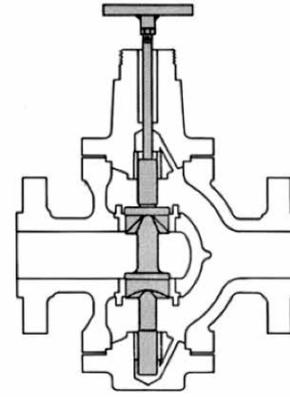

图 5
- I. 将有 T 型手柄的螺纹钻孔杆拧入阀芯杆，并使用锁紧螺母固定。（见图 5）。